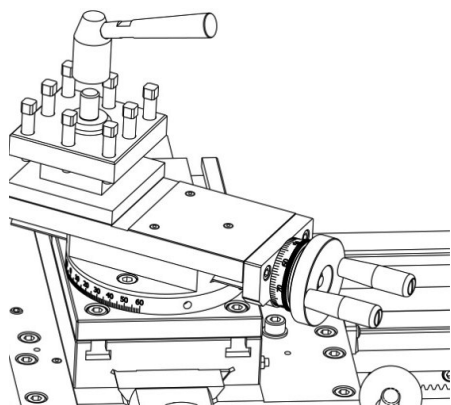

Bild 13: Ta bort låshandtag från stålhallare
1. Vrid stålhallarens låshandtag moturs för att lossa den (se bild 13).